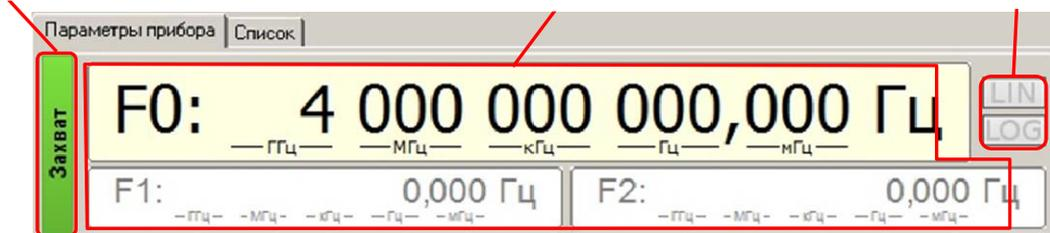

Рисунок 6.15 – Параметры частоты
В параметрах частоты (рисунок 6.15) отображается:
1) в режиме «Фиксированная частота и мощность» и «Сканирование по мощности» отображается F_0 – значение текущей частоты, поля F_1 и F_2 затенены (рисунок 6.15);
в) режим сканирования – отображает закон изменения частоты линейный или логарифмический . В режиме «Фиксированная частота и мощность» оба индикатора затенены (рисунок 6.15).